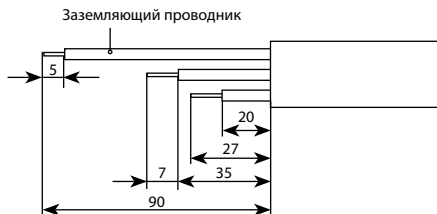

Рис. 4
4.1.4. Зачистить установочный провод НУД 3×1,5\* согласно рис. 4.